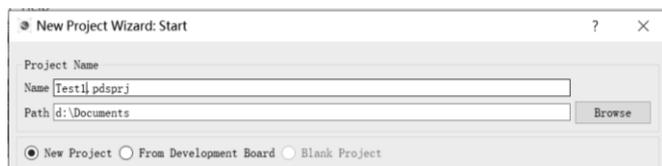

图 1-26 修改工程名称
(2) 把工程名称改为“Test1”（扩展名.pdsprj 不变），文档存放路径先不变，如图 1-26 所示。读者也可以浏览选择其他目录存放用户工程文件，但一定要记清楚，以便以后浏览。在主界面创建向导下面，会显示最近打开过的工程文件。